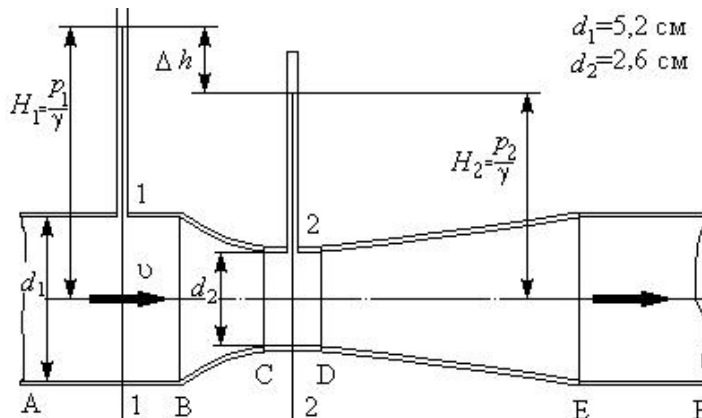

Рисунок 3.6. – Расходомер Вентури
- 2) Расходомер Вентури (рисунок 3.6), который установлен на трубопроводе переменного сечения.